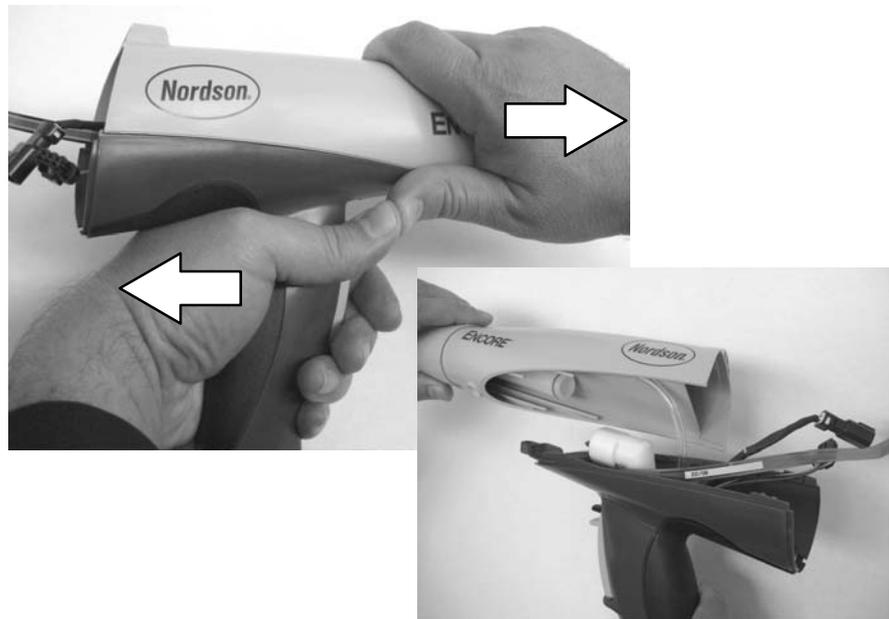

Abb. 5-6 Griff und Pistolengehäuse trennen
6. Siehe Abbildung 5-6. Den Griff in einer Hand und das Pistolengehäuse in der anderen halten. Die Daumen beider Hände gegeneinander drücken und dabei in entgegengesetzte Richtungen ziehen, um das Pistolengehäuse vom Griff zu trennen.